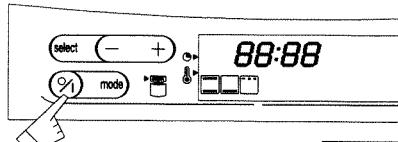

Fig. 1
1. Appuyez sur la touche (fig. 1). Toutes les fonctions s'affichent et clignotent.